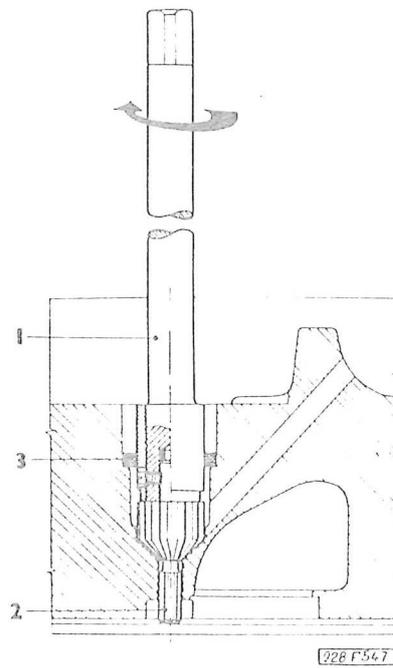

Abb. 03-33 Bearbeitung der Sitzfläche für das Einspritzventil
1. Die kegelige Sitzfläche der Bohrung für das Einspritzventil im Zylinderkopf mit der Spezial-Hand-Reibahle NVK.0027 und der Reibahle N-18297 vorsichtig bearbeiten (Abb. 03-33).